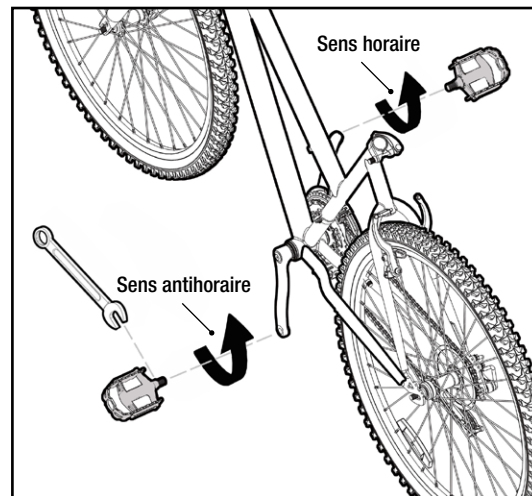

Figure 3
- La pédale marquée d'un « L » a un filetage à gauche. Serrez-la dans le sens contraire aux aiguilles d'une montre (voir la Figure 3).